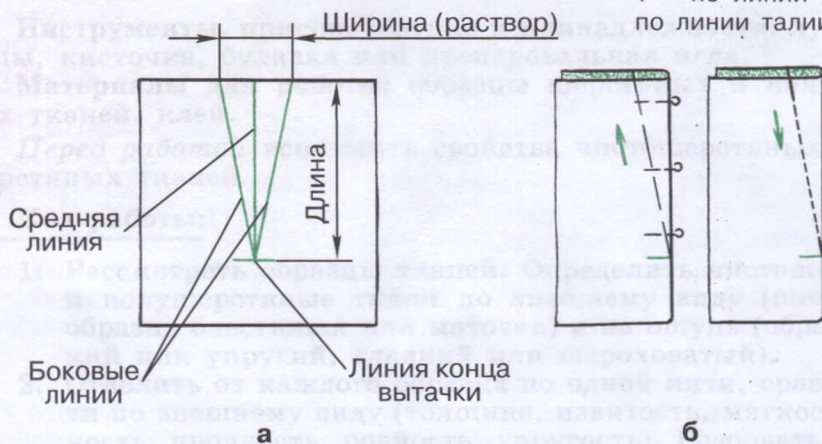

Рис. 38. Разметка (а) и обработка (б) вытачки
1. Разложить ткань образца. Определить середину детали по длине (рис. 38-а) и сделать пометку.
2. Отложить от середины детали 6 см, провести среднюю линию выточки. Разметить длину 6 см, провести боковые линии, выточку (рис. 38-б).
3. Перевести линию выточки на изнаночную сторону (рис. 38-в) и обработать (б) выточку (рис. 38-г).
Вытачки размечают двумя боковыми линиями, средней линией и линией конца вытачки (рис. 38, а). Расстояние между боковыми линиями по срезу называют шириной или *раствором* вытачки.
зам (рис. 38, б). Стачивают в обратном порядке — от срезов к вершине вытачки, выполняют закрепку обратной машинной строчкой или завязывают узелок из ниток, концы ниток обрезают.